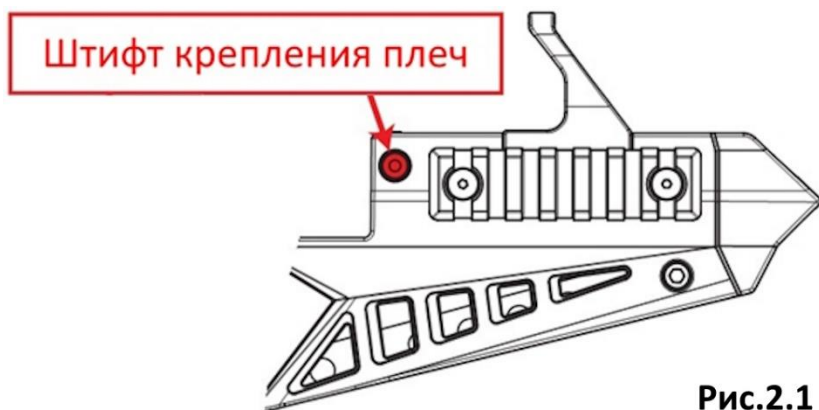
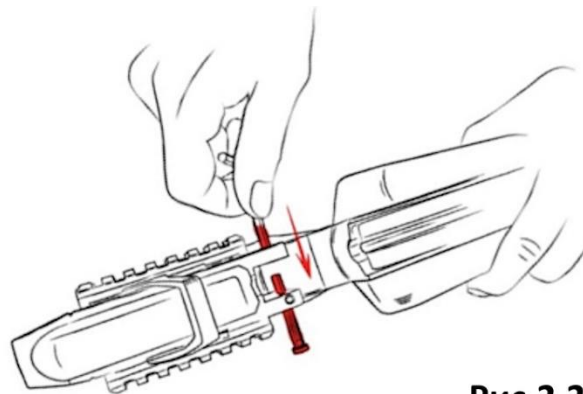

Рис.2.1
Рис.2.2
1. Найдите штифт крепления плеч в правой части корпуса арбалета (Рис.2.1). Используя ключ-шестигранник (или стрелу) из комплектации, надавите на штифт крепления плеч, так чтобы его противоположный конец немного вышел с другой стороны. Далее выдвигайте штифт до момента его остановки (Рис.2.2).